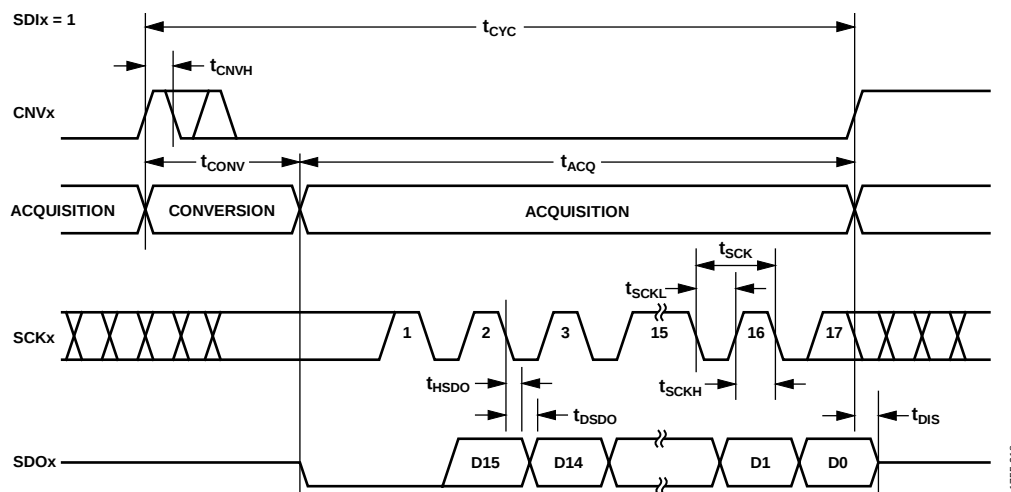
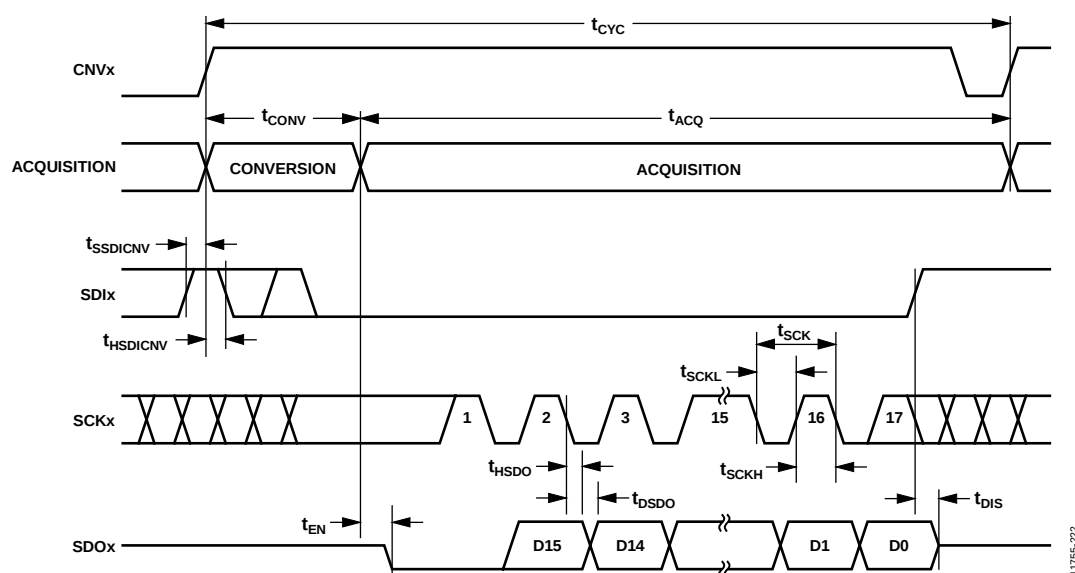

図 42. $\overline{\text{CS}}$ モード 3 線式インターフェース、ビジー表示ありのシリアル・インターフェース・タイミング(SDIx ハイ・レベル)
図 46. $\overline{\text{CS}}$ モード 4 線式インターフェース、ビジー表示ありのシリアル・インターフェース・タイミング
- CSモードでは、ADC 変換が終了したとき CNVx または SDIx がロー・レベルになった場合(図 42 と図 46 参照)。